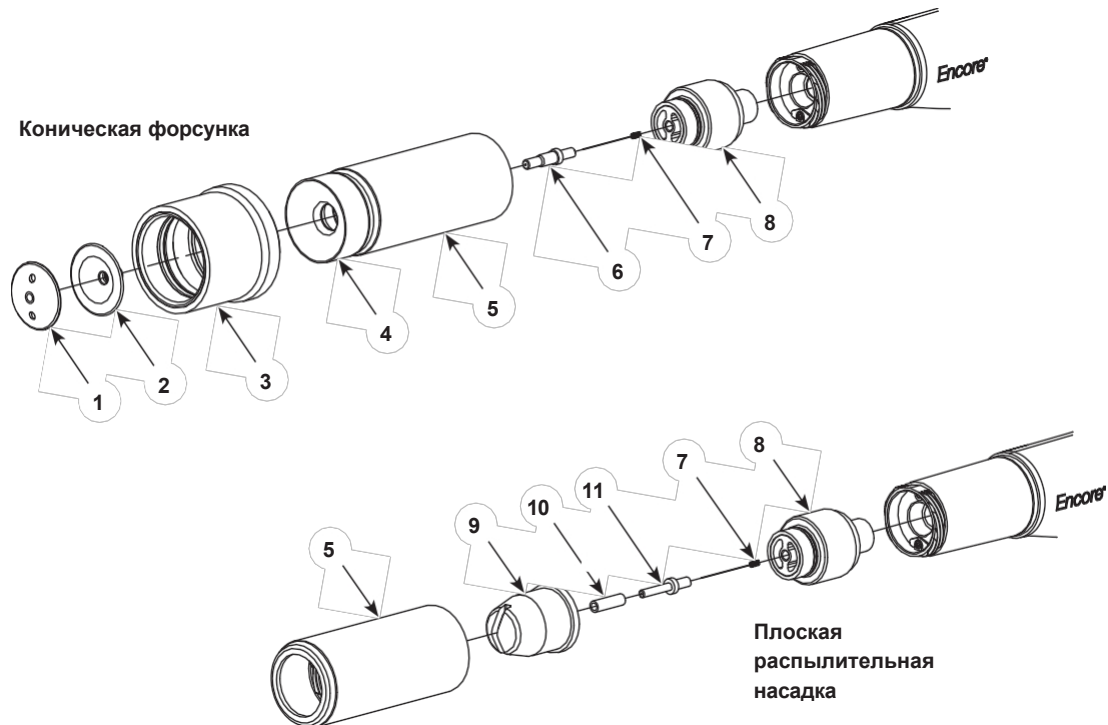

Рисунок 3-5 Смена с конической на плоскую или угловую распылительную насадку (показана плоская распылительная насадка)
См. Рисунок 3-5. Чтобы перейти от стандартного конического сопла к плоскому или угловому соплу необходимо заказать следующие элементы.
2. См. Рисунок 3-5. Снимите сопло с пистолета: